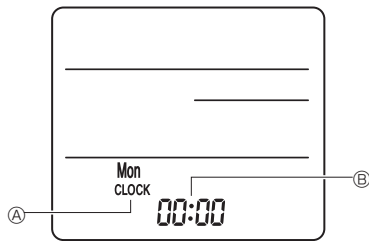

Fig. 6-9
3) Configuración (Ajuste del reloj) (Fig. 6-9)